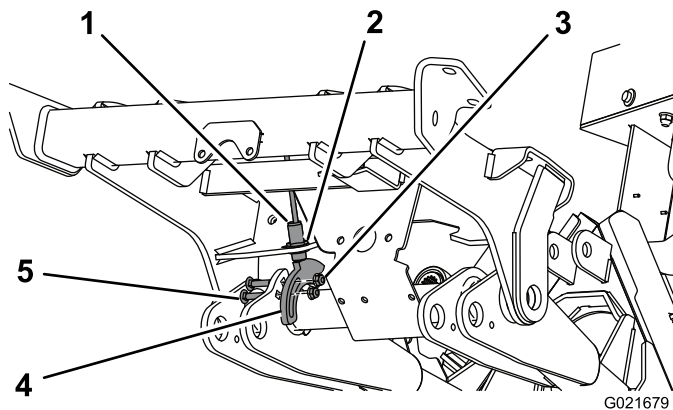

Bild 14
- Befestigen Sie den Initiator lose mit den Scheiben und Klemmmuttern im Loch unten im vorderen Rahmen (Bild 14).
wie in Bild 14 abgebildet. Stellen Sie sicher, dass der Schalter die Sensorplatte nicht berührt.